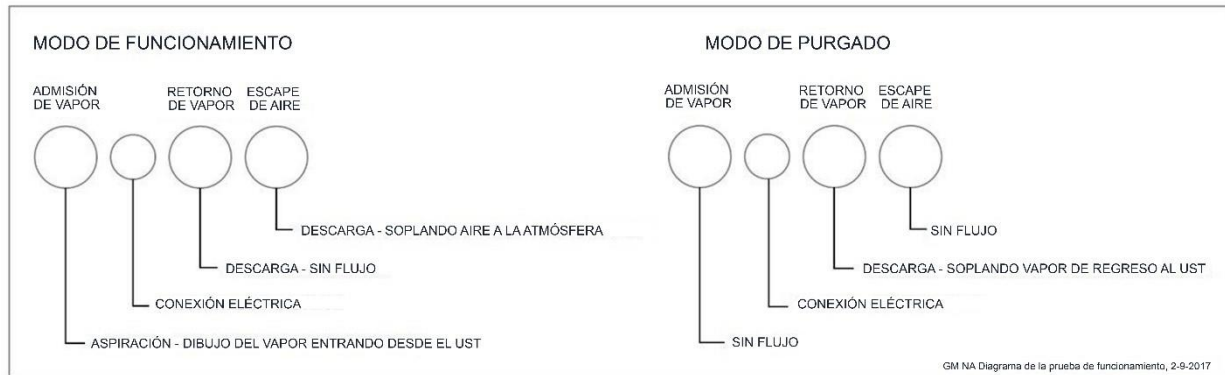

Figura 6-10: diagrama de funcionamiento de la GREEN MACHINE
7. Durante el modo de funcionamiento de 60 segundos: **Vea la figura 6-10.**
9. Durante el ciclo de purga de 60 segundos: **Vea la figura 6-10.**